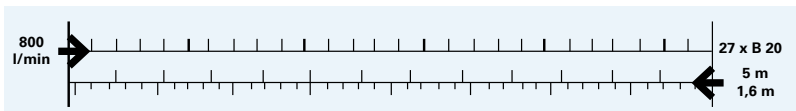

Bild 2: Ausschnitt aus dem Schätzlineal für den Förderstrom von 800 l/min und 8 bar Pumpenausgangsdruck
- Am Schätzlineal Büroklammern auf die richtige Leiste in der Anfangsposition entsprechend dem angenommenen Förderstrom stecken (Regelfall 800 l/min, vgl. Bild 2). Die obere Linie zeigt von links nach rechts die Unterteilung der Förderstrecke in 20 m Abschnitten. Die untere Linie zeigt von rechts nach links die Unterteilung nach Höhenstufen zu 1,6 m (Visierverfahren) bzw. 5 m (zur Verwendung eines Höhenmessers).